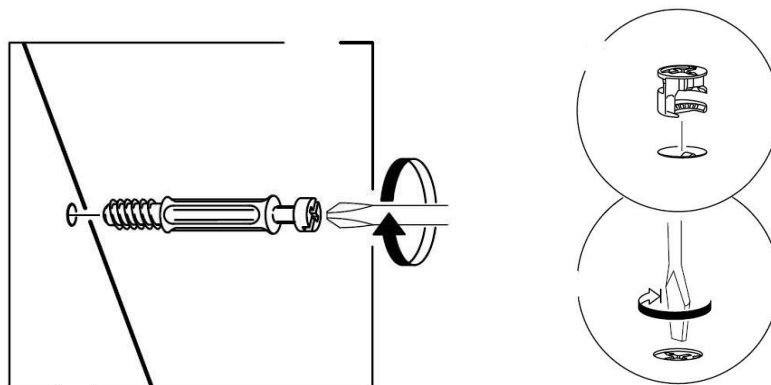

Рис. 1
1. В боковые стенки (40), (41), перегородку (42), горизонтальные щиты (45), (46), задние стенки (47), (48), (49), (50) в имеющиеся отверстия установить эксцентрики Rastex 15\22, таким образом, чтобы стрелка была повернута в сторону отверстия в торце.
2. В установленные муфты эксцентриковых стяжек на боковых стенках (40), (41), перегородке (42), крышке (43) вернуть дюбели DU644, в соседние отверстия установить шканты (рис.1 и схема сборки).
3. На нижний щит (44) установить опоры шурупами 3,5x13мм.